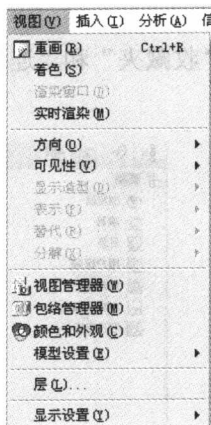

图 1-8 下拉菜单
当单击主菜单栏的任一个菜单选项时, 系统将菜单下拉, 并显示出所有与该菜单有关的指令选项, 因此, 也称为下拉菜单, 如图 1-8 所示, 下面对下拉菜单进行简单的说明。
(1) 括号加注文字: 如图 1-8 所示, “视图” 菜单的 “重画” 选项, 旁边的括号里有一个字符 “R”, 这是系统存储的字符, 如果在选中此菜单后, 再在键盘上按下这个字符对应键, 系统便会自动执行该项指令。当然, 也可以通过鼠标直接选中。